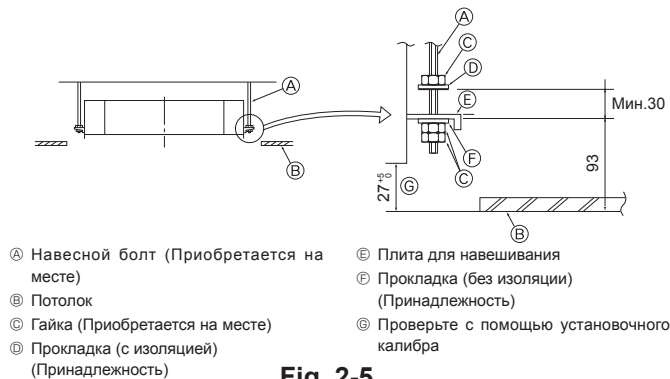

Fig. 2-5
2.5. Порядок подвешивания прибора (Fig. 2-5)